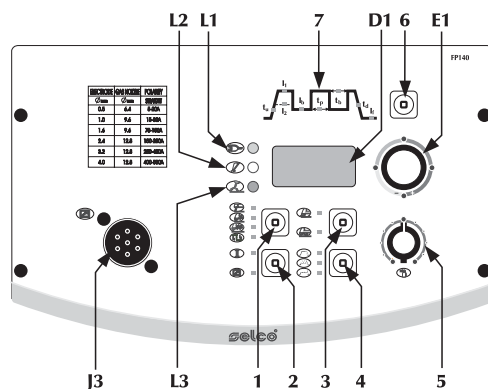

Fig.2
2.1.2 Pannello comandi frontale FP140 (Fig. 2)